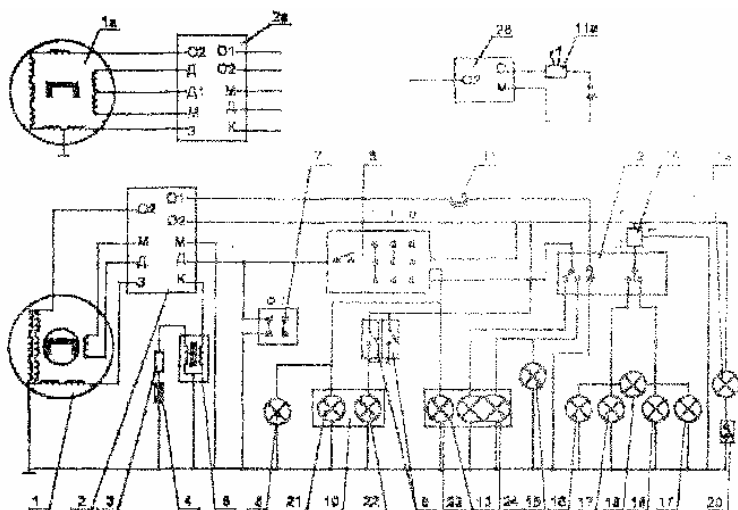

Рис.23. Схема принципиальная
5.9.2. Система зажигания на мотоцикле - электронная (рис. 23). Она состоит из двух обмоток генератора, индукционного датчика, электронного блока, высоковольтного трансформатора, провода высокого напряжения, подавительного сопротивления, свечи зажигания, проводов низкого напряжения.